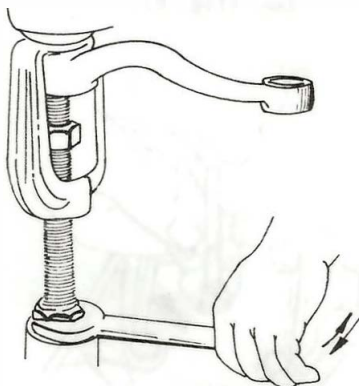

Fig. 3
- g. Saque la tuerca del brazo de mando (pitman), instale el extractor y desmóntelo (fig. 3).